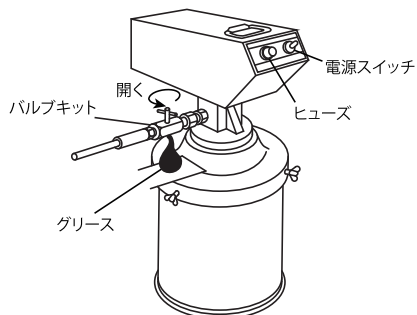

Fig. 3
- 9) 電源スイッチを ON にするとポンプが作動します。最初のグリースにはポンプ内のエアが混入し、良い状態ではありません。次の操作を行って完全な状態にしてください。まず、バルブキットを開き、バルブキット下の小さな穴からエアの混入したグリースが吐出するまでポンプを作動させ、完全なグリースが吐出されましたら、バルブキットを閉じてください。この際、グリースが手に触れないよう、紙などを敷き吐出したグリースを処理してください。(Fig. 3)